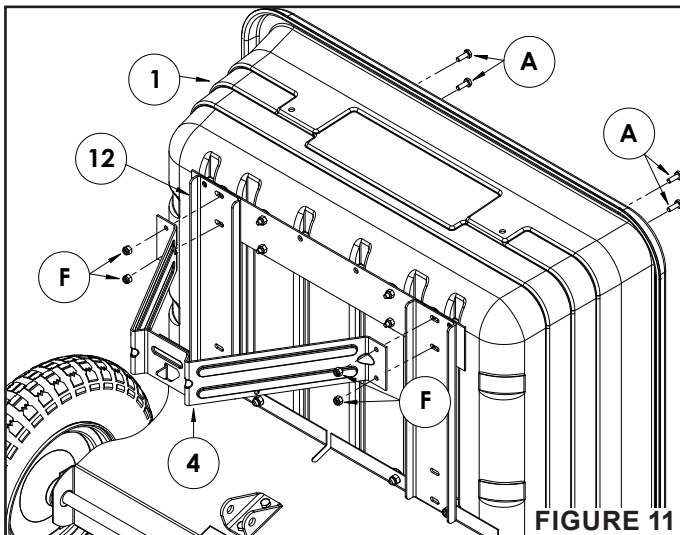

FIGURE 11
ÉTAPE 11 : (VOIR FIGURE 11)
- Installez deux boulons de 1/4 po (A) dans les trous avant extérieurs droits du bac en polyéthylène (1), de la plaque de support du loquet (3) et du support avant (12).
- Glissez le support du loquet (4) sur les boulons de 1/4 po (A). Veillez à ce que le support (4) soit orienté tel qu'illustré ci-dessous.
- Fixez le tout à l'aide de deux écrous autofreinés nyloc de 1/4 po (F).